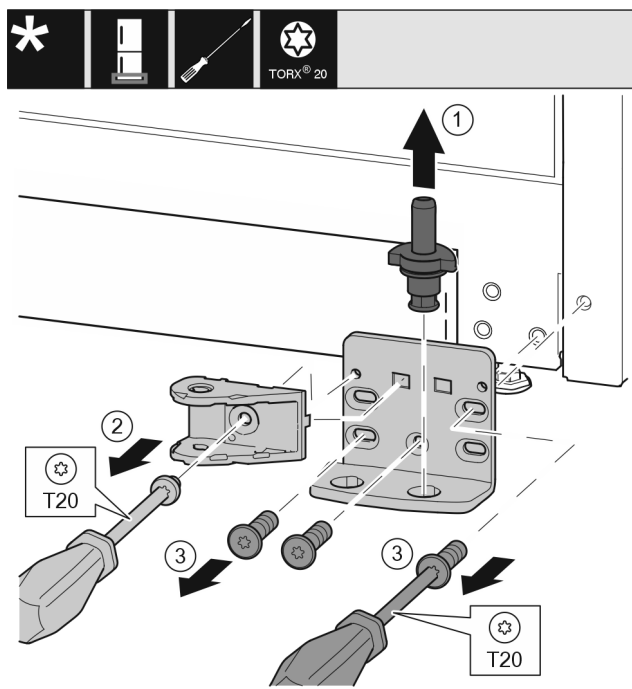

Fig. 30
- ▶ Extrageți complet bolțul de lagăr Fig. 30 (1) în sus.
- ▶ Deșurubați șurubul Fig. 30 (2) cu șurubelnița și detașați îmbinarea amortizorului de închidere.
- ▶ Deșurubați șuruburile Fig. 30 (3) cu șurubelnița și detașați suportul de lagăr.